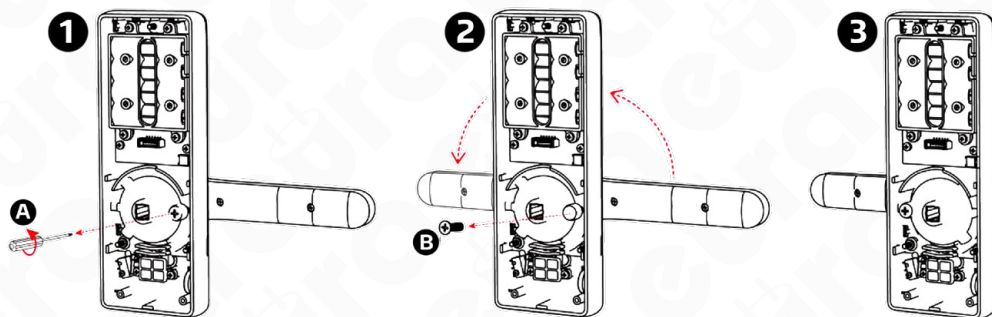

Fig.7.
- dévissez la vis de verrouillage située à côté de la douille à broches (fig. 7, rep. 1-A)
- régler la poignée dans le sens souhaité (fig. 7, position 2)
- après avoir déterminé le sens, visser la vis de réglage du sens de la poignée (fig. 7, position 3).